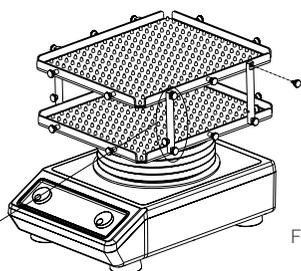

Figura 3
3. Rimuovere la vite dalla striscia di gomma sui due vassoi, come mostrato nella figura 3.